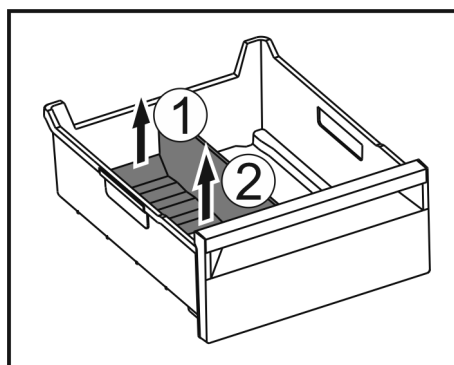

Fig. 183
- Lyft upp frysfacksdelarens bakre del. Fig. 183 (1)
- Ta ut frysfacksdelaren uppåt. Fig. 183 (2)